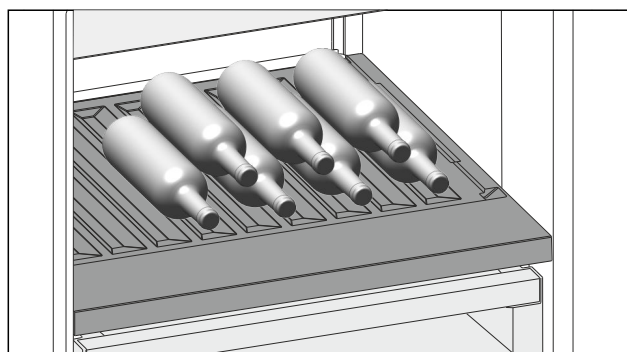

Fig. 99
- ▶ Indlæg flasker med bunden først, ind mod bagvæggen. (se Fig. 99)